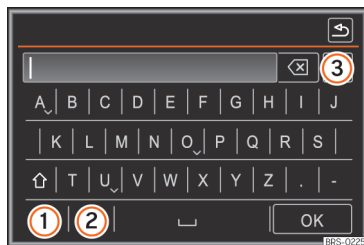

Fig. 206 Introducción de texto en la máscara de entrada.
»» **fig. 206 ③**. Pulse el botón de función para que se muestren las entradas restantes en una lista. Si quedan menos de 6 destinos se abre la lista automáticamente.